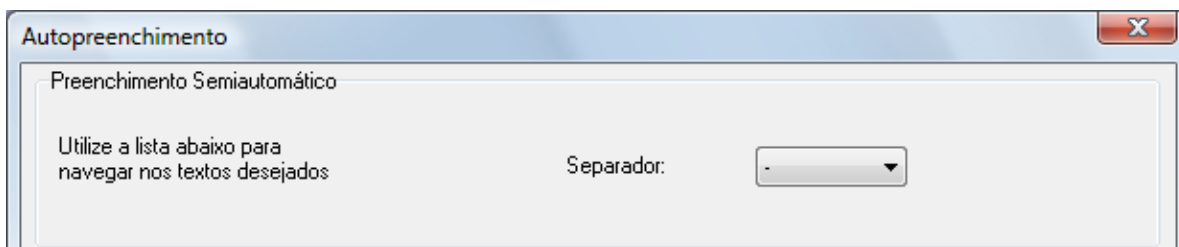

Figura 8.3.6
3. **Modo Editor:** No topo das janelas dos modos de preenchimento Recurso Normal, Recurso Cruzado, Recurso Cruzado Simétrico, Recurso Simétrico, Recurso Bidirecional e Recurso Equipotencial, aparecerá uma mensagem conforme a figura 8.3.6, indicando que o editor do Autopreenchimento deve ser utilizado para navegar nos textos.